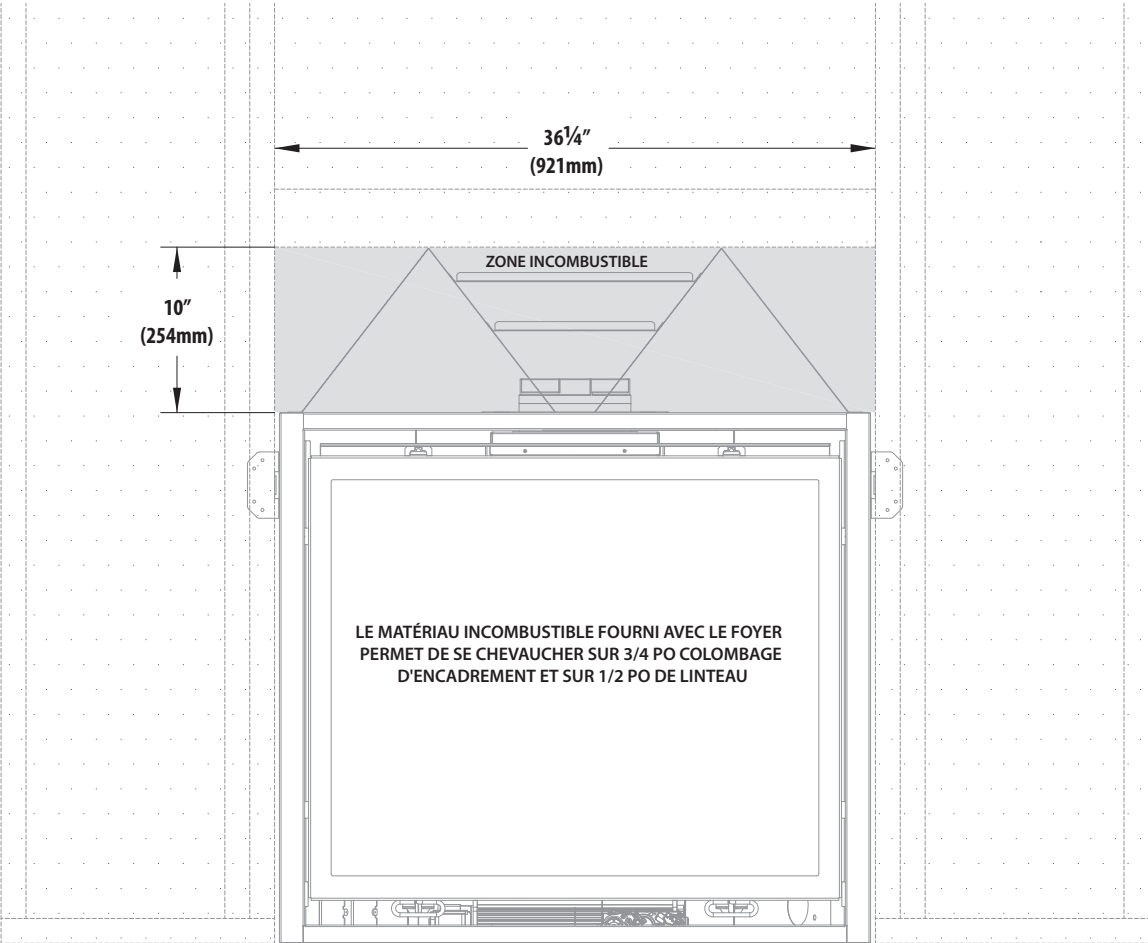

Figure 4.4,
- Le matériau incombustible fourni avec le foyer permet de se chevaucher sur 3/4 po colombage d'encadrement et sur 1/2 po de linteau. Voir la Figure 4.4.